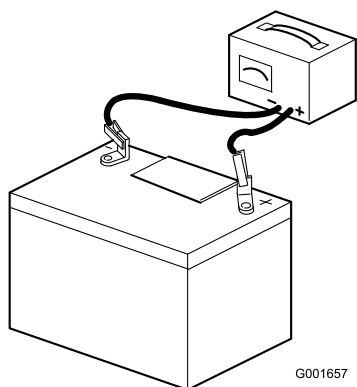

Figure 43
2. Quand la batterie est chargée au maximum, débranchez le chargeur de la prise, puis débranchez les fils du chargeur des bornes de la batterie (Figure 43).